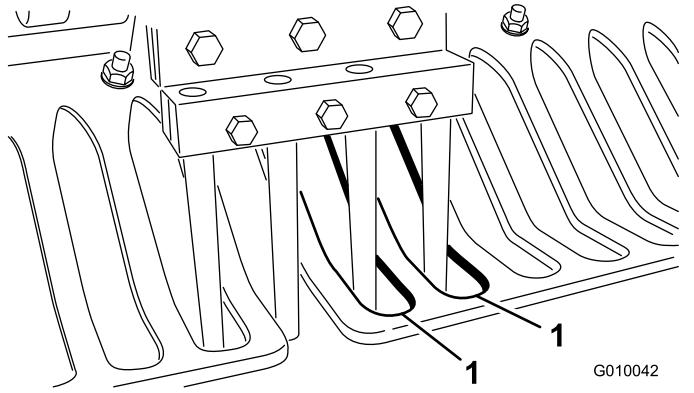

Figure 26
7. Vérifiez que les louchets sont bien alignés au centre des espacements dans les protège-gazon (Figure 26). Réglez les protège-gazon au besoin et serrez les écrous.